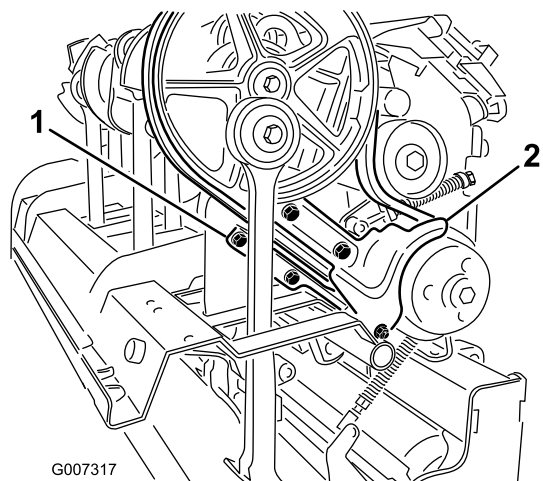

Figure 37
3. Retirez les fixations qui maintiennent le pare-boue et le protège-courroie inférieur (Figure 37). Déposez le pare-boue et le protège-courroie inférieur.